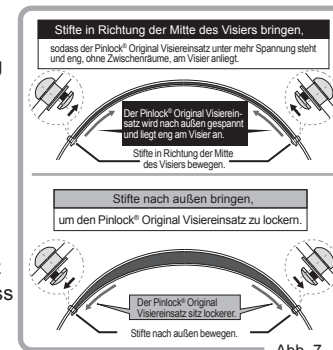

Abb. 7
2. Verstellen Sie die Position der äußeren Stifte, indem Sie diese mit einem entsprechenden Werkzeug drehen. (Abb. 7)